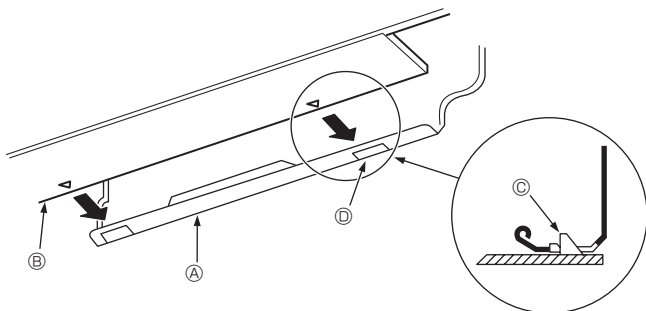

Fig. 3-11
5. Закріпіть внутрішній блок, штовхаючи його нижню частину в монтажну плату Ⓛ. (Fig. 3-11).